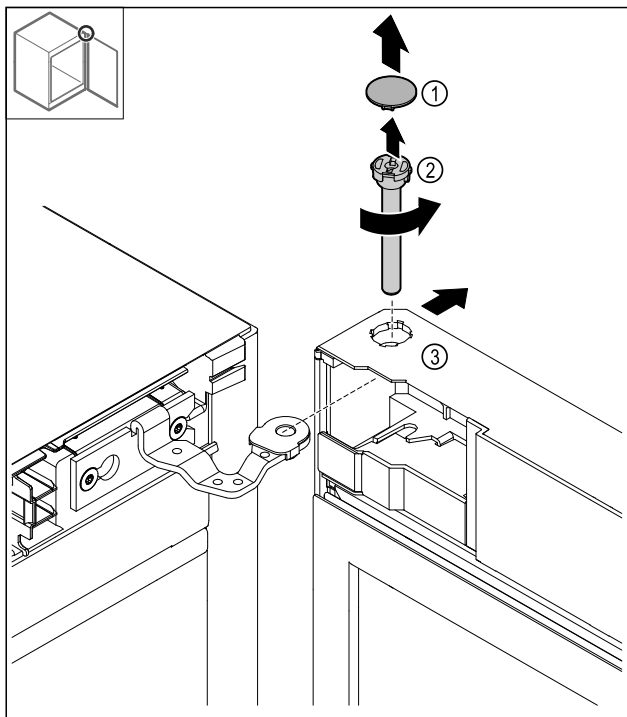

Fig. 19
- Skinite poklopac Fig. 19 (1).
- Odvrnite svornjak Fig. 19 (2) nalijevo i izvucite ga.
- Lagano nagnite vrata Fig. 19 (3).